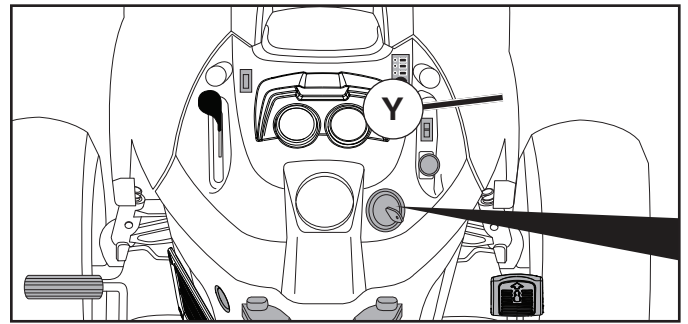

Fig. 26
CÓMO USAR EL CONTROL DEL CIERRE DIFERENCIAL (Y) (Ver la Fig. 26)